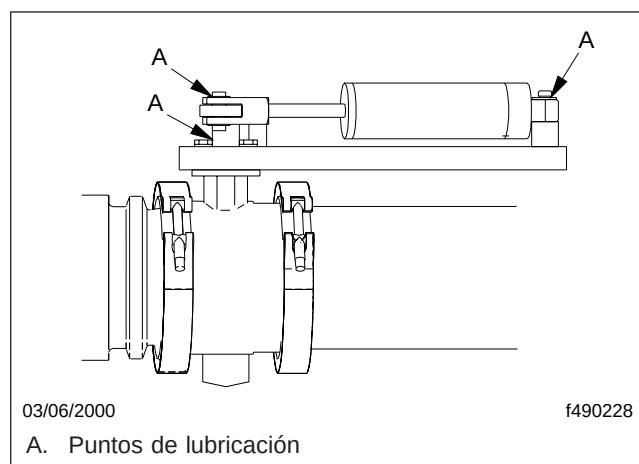

Figura 7.11, Freno de escape y cilindro de aire Pacbrake
1. Apague el motor. Con cualquier lubricante para altas temperaturas y sin aceite o no basado en petróleo, aplique una cantidad suficiente de lubricante al vástago de la válvula limitadora y a los puntos de acoplamiento en cada extremo del cilindro de activación. Vea la Figura 7.11.